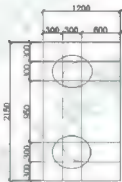

图 7-55
**步骤2：**执行“绘图(D) → 曲线(C) → 圆弧(A) → 起点、端点、方向(D)”命令，在绘图区绘制如图7-55所示的两段弧线。